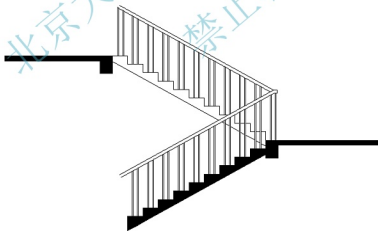

图 4.116 绘制栏杆并填充剖切梯段
(6) 绘制栏杆，填充剖切梯段，结果如图 4.116 所示。